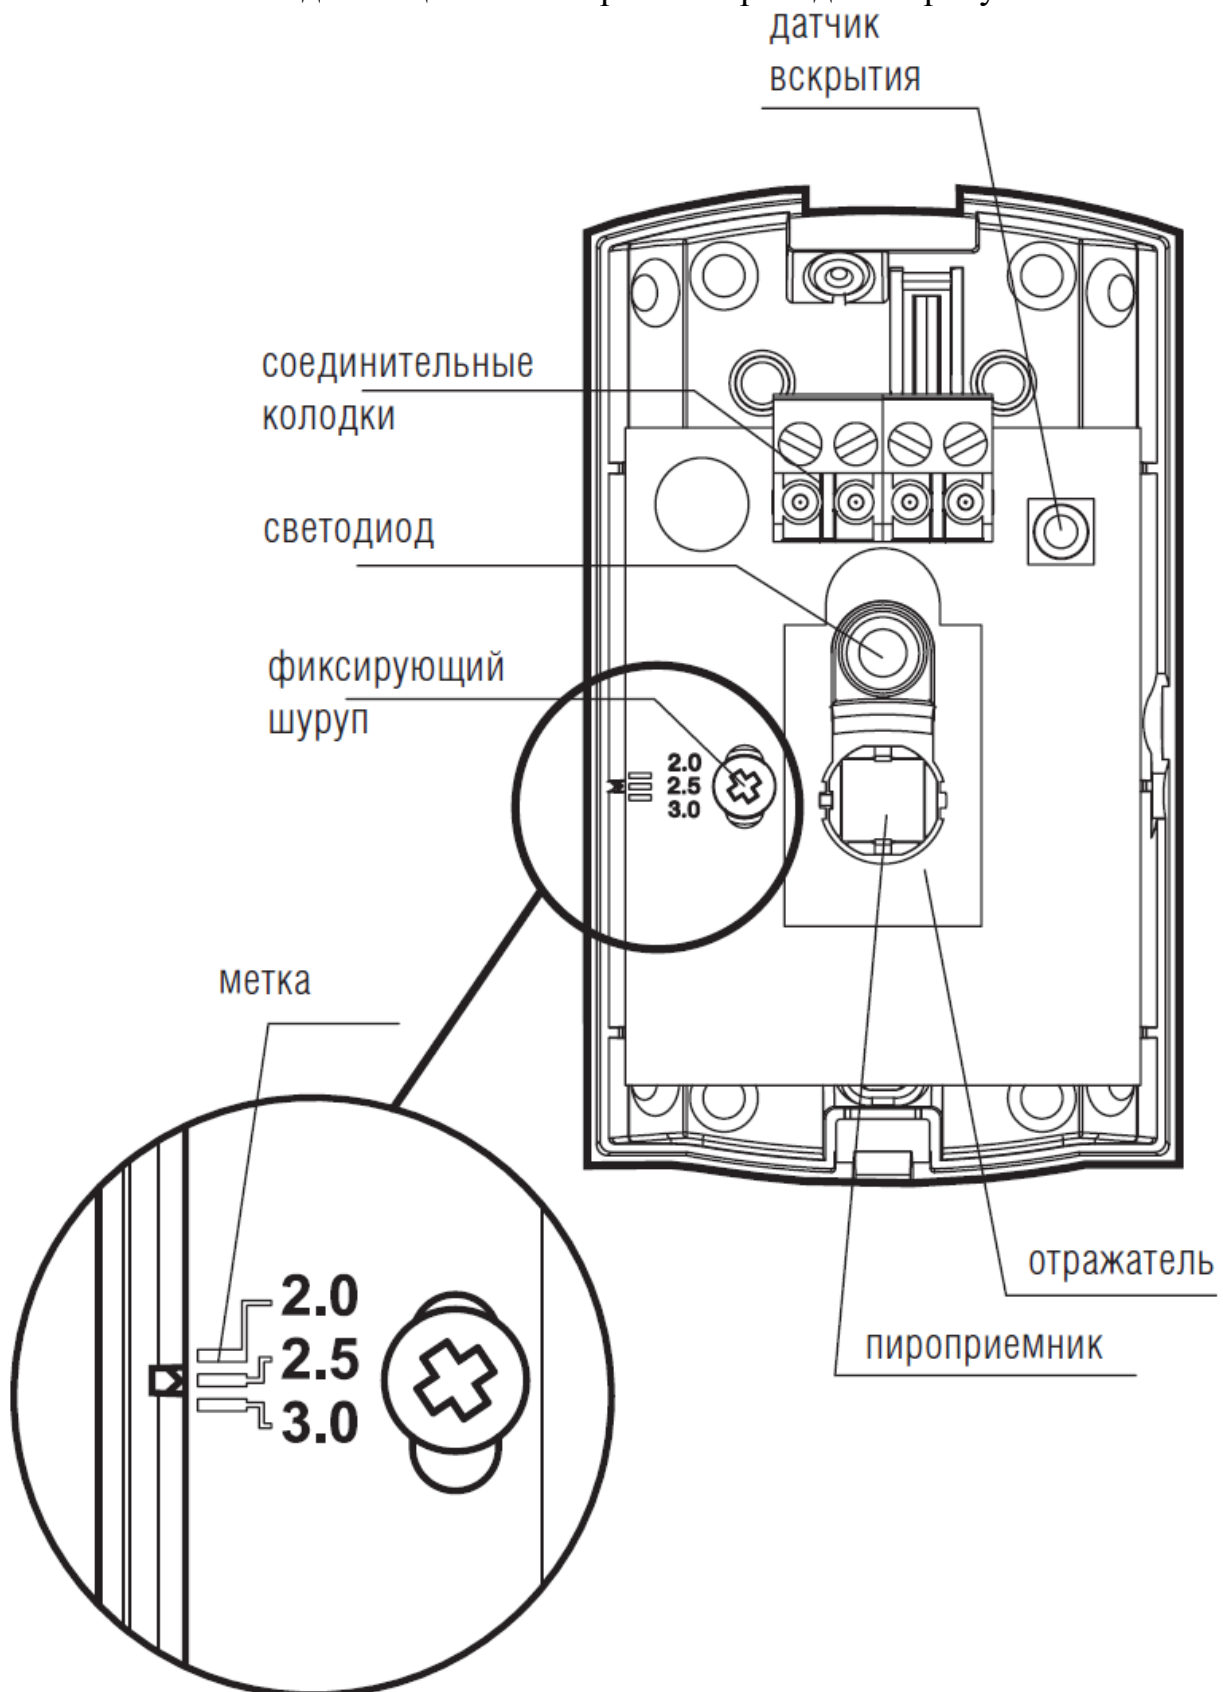

Рисунок 4.1
5.2 На печатной плате размещены: пироприемник, отражатель, соединительные колодки, двухцветный светодиодный индикатор и микропереключатель датчика вскрытия. На печатной плате имеется метка с рисками (рисунок 4.1), указывающими положение платы, при котором обеспечивается дальность действия извещателя, равная 12 м, в зависимости от выбранной высоты установки извещателя.